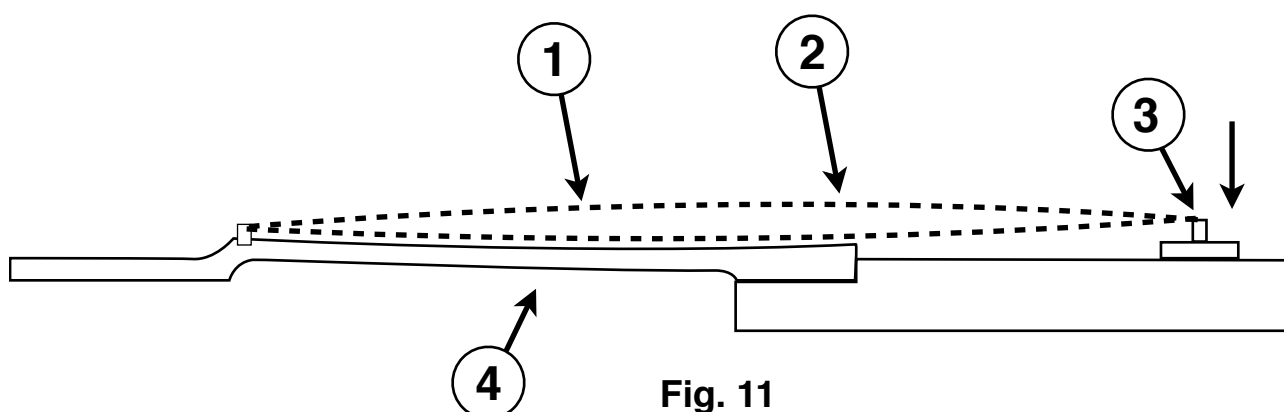

Fig. 11
Para prevenir este problema lo que se hace es darle un pequeño arco **Fig. 11**. al mástil ④ de modo que se acomode a la forma natural de las cuerdas cuando vibren. Así conseguimos que nuestro bajo no trastea, podemos bajar las cuerdas en el puente ③ y conseguimos una altura mas uniforme de las cuerdas sobre el mástil ① ② , lo que proporciona sensación de confort a lo largo de todo el mástil sin comparación con un mástil ajustado completamente recto.